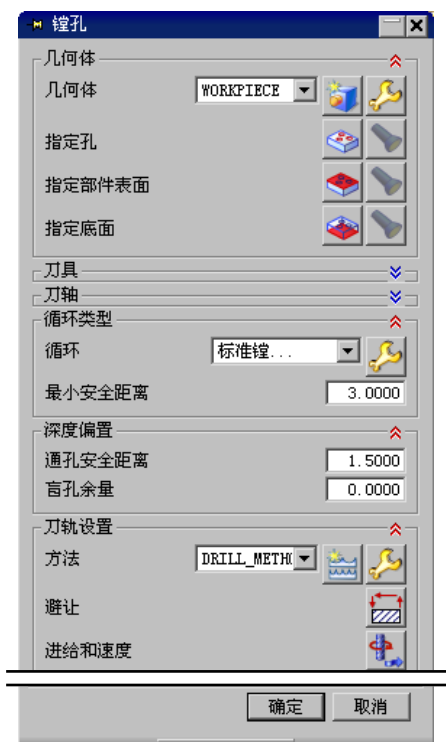

图 6.3.5 “镗孔”对话框
Step3. 单击“创建操作”对话框中的 **确定** 按钮，系统弹出图 6.3.5 所示的“镗孔”对话框。